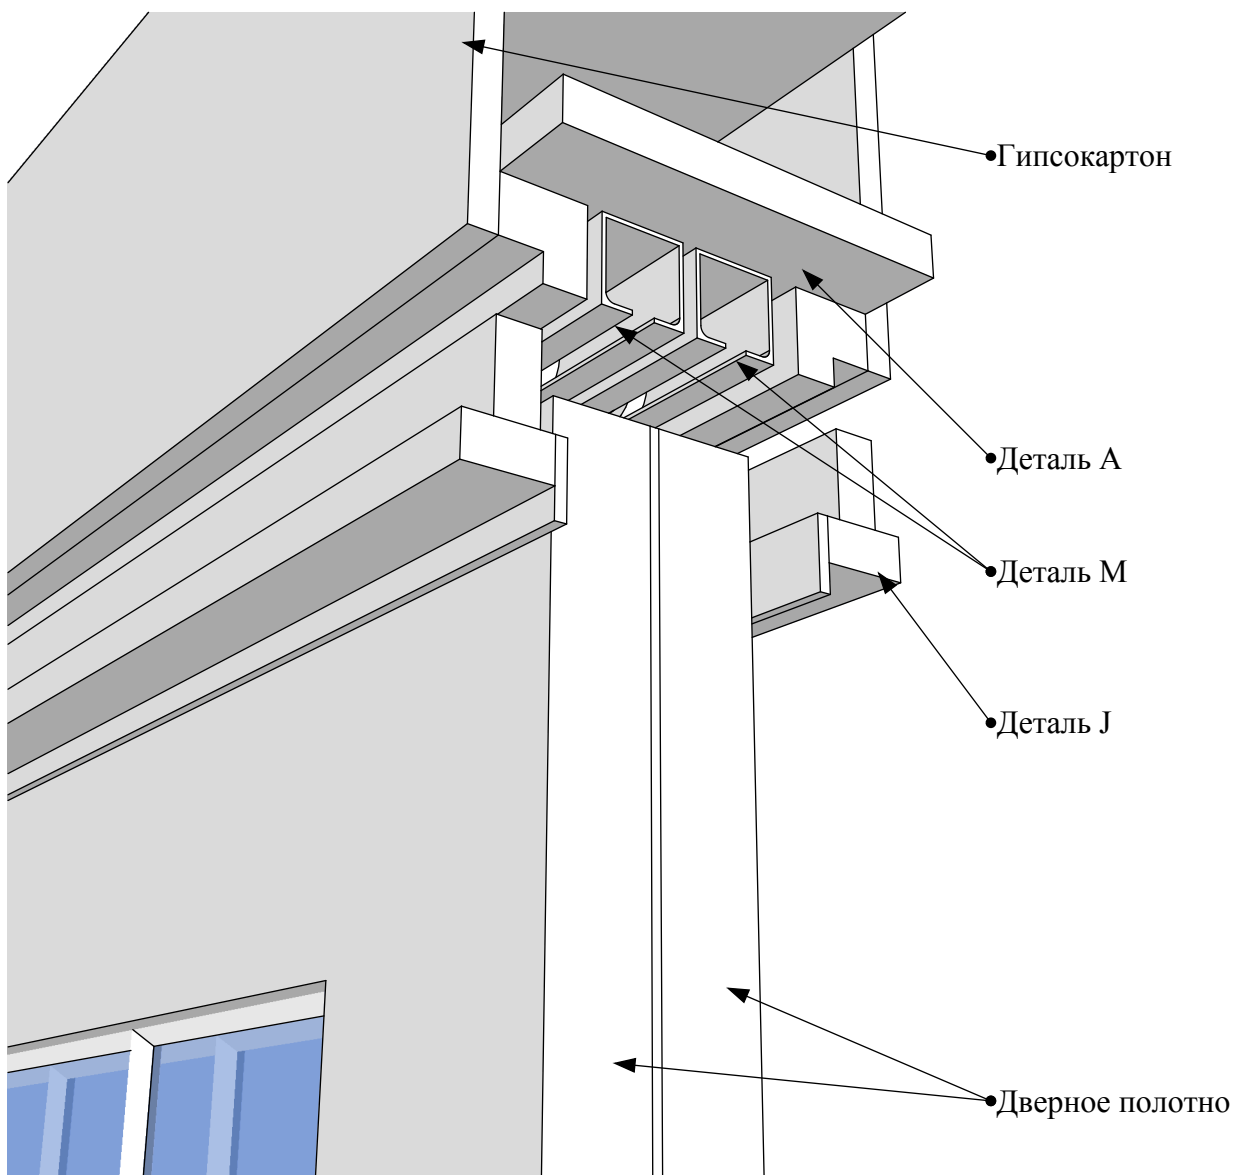

Рисунок 16
10. Установить горизонтальные основы под обрамляющие элементы и завести в паз (деталь J) щёточный уплотнитель (Рис.16).